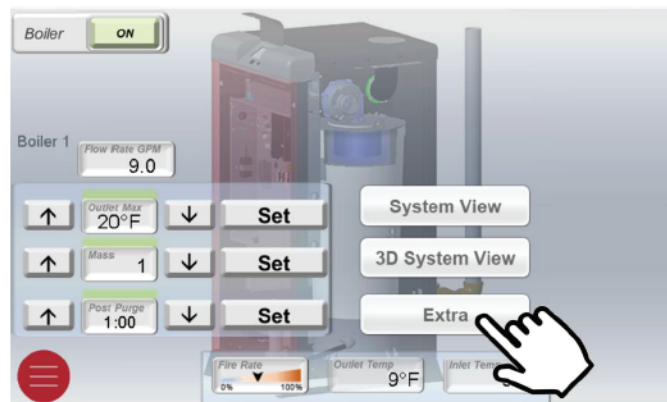

Figure 58. Chaudière 1 "Bouton supplémentaire"
4. Tapez sur le bouton "Extra" conformément à la **Figure 58**.